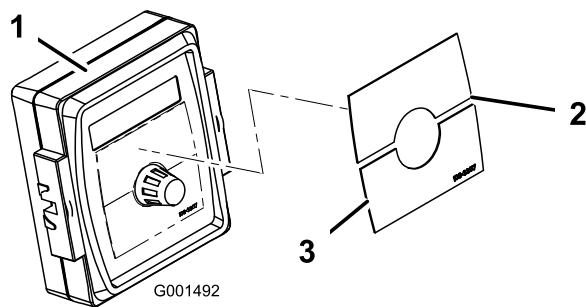

Figure 25
- Apposez l'autocollant Spray Pro sur le moniteur (Figure 25).